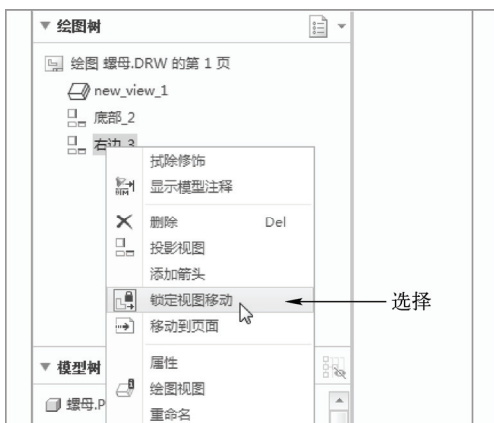

图 14-44 选择相应选项
STEP 02 在绘图树中, 选择“右边_3”选项, 然后单击鼠标右键, 在弹出的快捷菜单中, 选择“锁定视图移动”选项, 如图 14-44 所示。